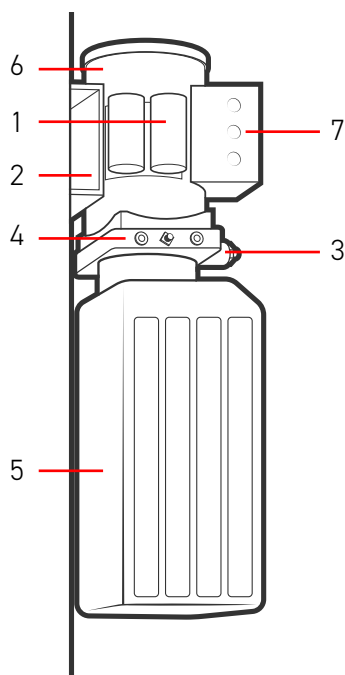

Fig. 5
1. Zwei Hydraulikzylinder (8), die das an der Säule befestigte Fahrzeug anheben.
2. Ein Hydraulikaggregat (siehe Abb. 5), das an der Bedienerseite montiert ist und den Betrieb der Zylinder steuert.
1.4 HYDRAULIKAGGREGAT (ABB. 5)